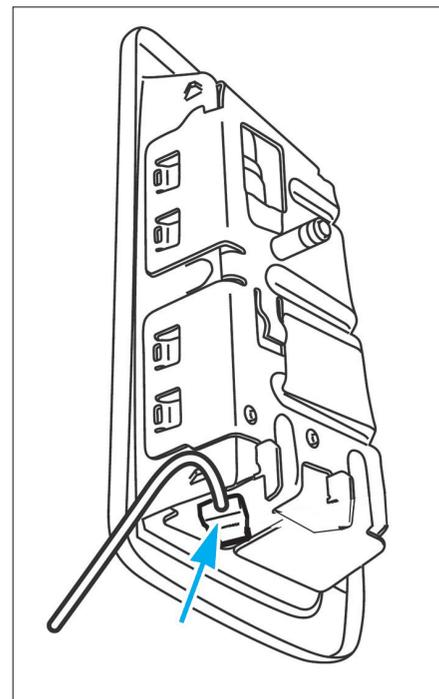

FIG. 13
- Débrancher le connecteur du module d'airbag latéral (Fig.13).